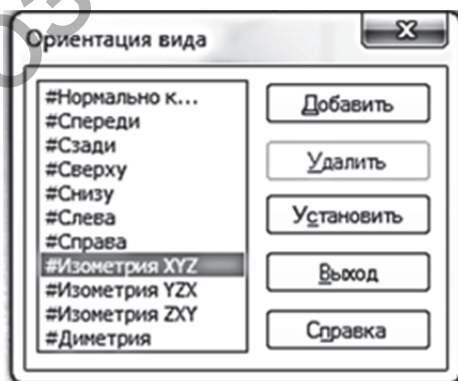

Рисунок 11.2
2. На панели «Вид» раскройте список «Ориентация» и укажите вариант «Изометрия XYZ» (рис. 11.2).